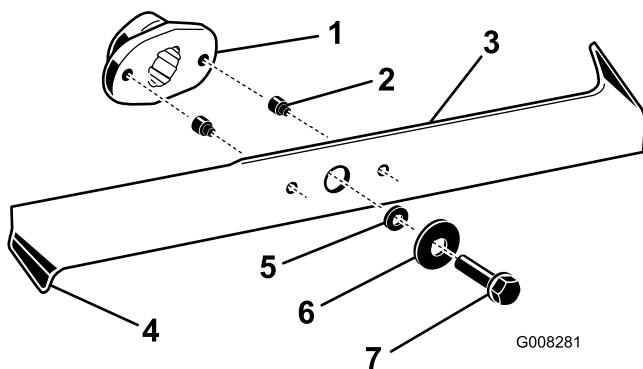

Bild 38
2. Untersuchen Sie die Schnittkanten (Bild 38). Bauen Sie die Schnittmesser aus und schärfen sie, wenn die Kanten nicht scharf sind oder Kerben aufweisen; siehe Schärfen der Messer“.
4. Ersetzen Sie die Scherbolzen sofort, wenn Sie gebrochen sind (Bild 38).
3. Entfernen Sie die Messerschrauben, Scheiben und Messer (Bild 38). Sie können einen Holzklotz zwischen das Schnittmesser und das Mähwerk keilen, um das Schnittmesser beim Entfernen der Schraube zu blockieren.
3. Prüfen Sie die Schnittmesser, insbesondere die gebogenen Kanten (Bild 38). Montieren Sie neue
1. Montieren Sie die Schnittmesser, Scheiben und Messerschrauben (Bild 38).